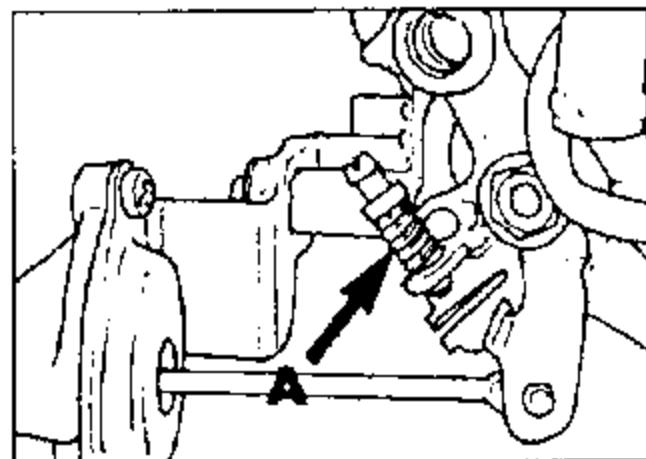

Рис. 1 Регулировочный винт частоты вращения холостого хода
- б) Если частота вращения холостого хода выходит за допустимые пределы, отрегулируйте ее винтом регулировки холостого хода (A, Рис. 1).